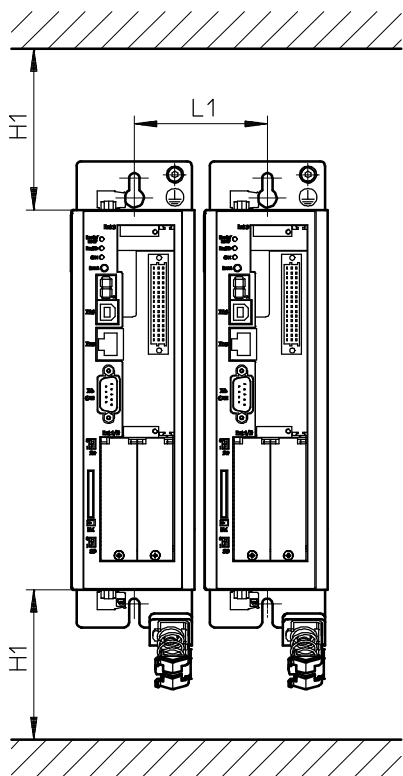

Fig. 3.4 Контроллер мотора CMMP-AS-...-M3: отступ для монтажа и монтажный зазор
- Контроллеры моторов линейки CMMP-AS-...-M3 имеют такое исполнение, что для использования по назначению и правильного подключения крепятся непосредственно на монтажную панель, снабженную отводом тепла. Обращаем ваше внимание на то, что перегрев может привести к преждевременному старению и/или повреждению устройства. При высокой термической нагрузке на контроллеры моторов CMMP-AS-...-M3 рекомендуется отступ для монтажа (→ Fig. 3.4)!